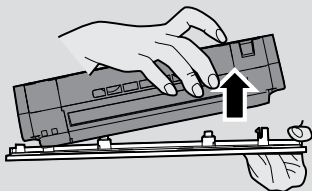

Fig. 15
1. Ta av klutfestet med moppekluten fra vanntanken. [Fig. 15,16]